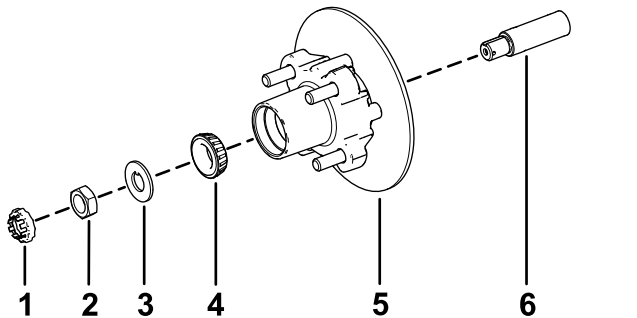

Bild 34
1. Fetten Sie die Spindel leicht mit der angegebenen Fettsorte ein (**Bild 34**).
2. Montieren Sie die Radnabe und den Drehzylinder an der Spindel mit dem Drehzylinder innen (**Bild 34**).
3. Montieren Sie das Außenlager an der Spindel und setzen das Lager auf den äußeren Lagerring (**Bild 34**).
4. Legen Sie die Nasenscheibe auf die Spindel (**Bild 34**).
5. Schrauben Sie die Spindelmutter auf die Spindel und ziehen Sie die Mutter auf ein Drehmoment von 15 N·m an, während Sie die Radnabe drehen um das Lager zu fixieren (**Bild 34**).
2. Fluchten Sie die Bremsbeläge mit jeder Seite des Drehzylinders (**Bild 30**) und die Löcher in der Bremsbackenhalterung mit den Löchern im Bremsenhalter des Spindelrahmens aus (**Bild 34**).